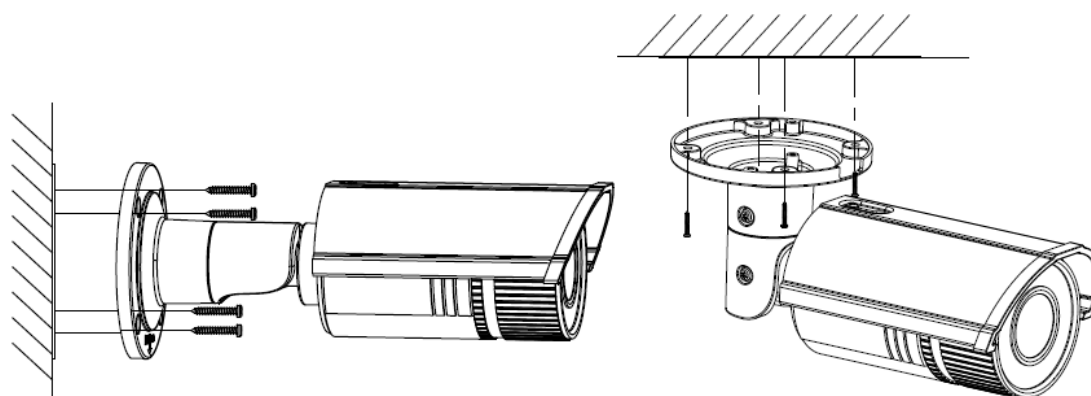

図 4-29 カメラの固定
5. 拡張ネジでカメラを壁(または天井)に固定します。図 4-29 を参照してください。